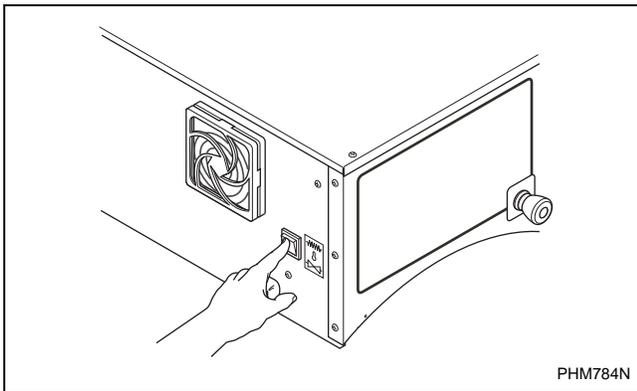

Figura 17
1. Para cambiar de un tipo de calor a otro, localice el interruptor en el lado izquierdo del módulo de control. Consulte la *Figura 17*.